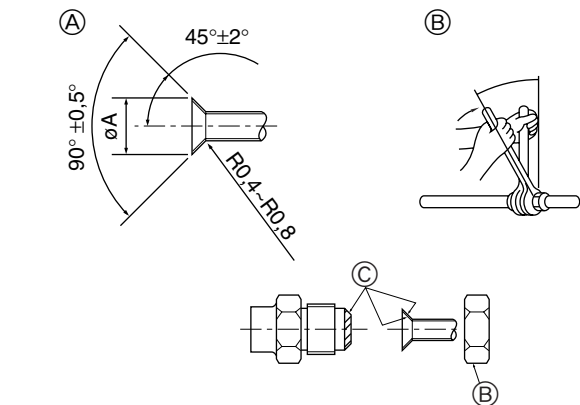

Fig. 3-2
3.2. Collegamento dei tubi (Fig. 3-2)
③ Dimensioni di taglio per raccordo a cartella